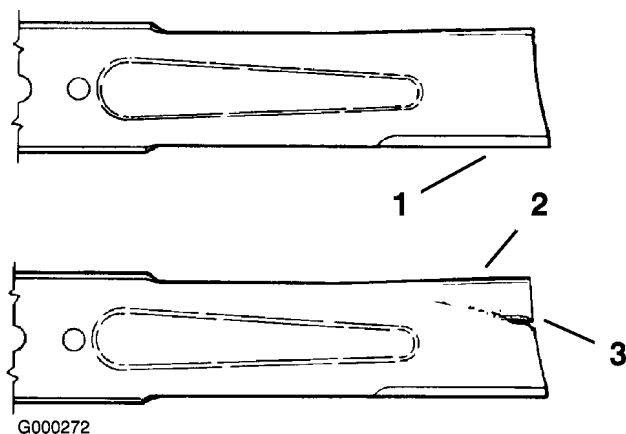

Bild 75
1. Untersuchen Sie die Schnittkanten (Bild 75). Entfernen und schärfen Sie die Messer, wenn die Schnittkanten nicht scharf sind oder Auskerbungen aufweisen. Siehe „Schärfen der Messer“.
2. Prüfen Sie die Schnittmesser, insbesondere den gebogenen Bereich (Bild 75). Wenn Sie Schäden, Verschleiß oder Rillenbildung in diesem Bereich feststellen (Bild 75), sollten Sie sofort ein neues Schnittmesser einbauen.